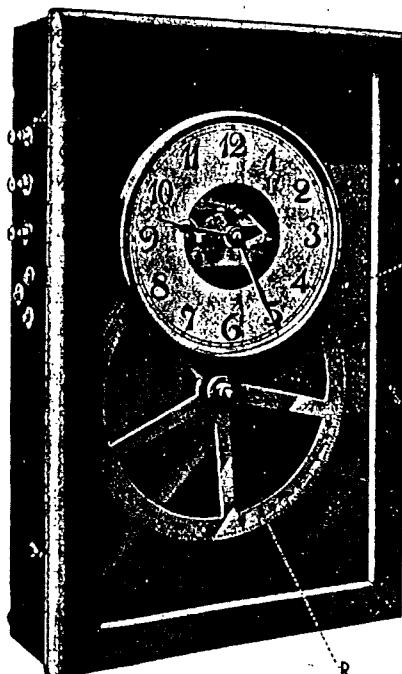

Fig. 18. — Réceptrice à déclenchement de sonneries
**Description.** — Cette réceptrice à déclenchement (fig. 18) est actionnée par un régulateur ATO, comme une pendule réceptrice ordinaire.
**I. — Mise en marche de la Réceptrice.** — Pour le transport de l'appareil on immobilise le balancier du mécanisme horaire récepteur qui se trouve à l'arrière de la plaque de base supportant le mécanisme. Cette plaque est fixée dans le cabinet par une charnière et un écrou E (fig. 18). Il faut retirer cet écrou, faire tourner le mécanisme et retirer les liens immobilisant le balancier.
**II. — Canalisations et connexions.** — Sur le côté gauche du cabinet (fig. 18) on voit les bornes  $B_1$ ,  $B_2$  et  $B_3$ . A l'intérieur la borne  $B_1$  est reliée à la masse de l'appareil. La borne  $B_2$  est reliée au ressort de contact isolé de l'interrupteur sonnerie, dont le bras est à la masse. Une extrémité de la bobine du mécanisme horaire est reliée à la borne  $B_3$  et l'autre extrémité à la masse.